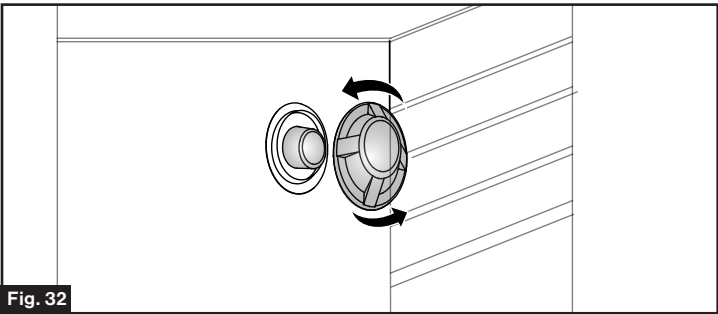

Fig. 32
- Gire la tapa de la luz hacia la izquierda para quitarla. (Fig. 32)